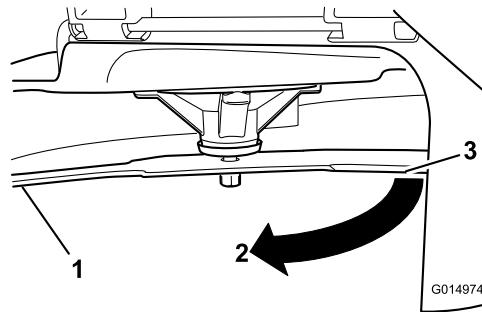

**Figura 48**
3. Mida desde la punta de la cuchilla hasta la superficie plana (Figura 48).